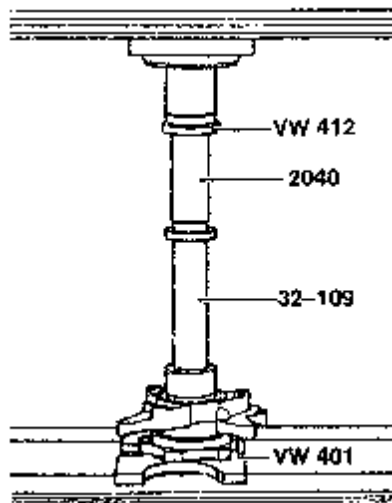

图 8-111 安装向心球轴承的轴承座
(3) 如图 8-111 所示，把装有向心球轴承的轴承座压到法兰轴上。法兰轴轴承座螺栓拧的紧力矩为 $23\text{N} \cdot \text{m}$ 。